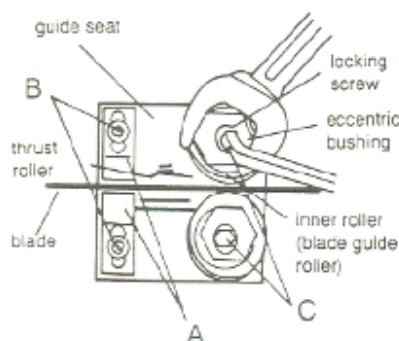

Fig 8
Lockern Sie die Schrauben (B, Fig 8) und stellen Sie die Gleitelemente (A) vom Sägeband weg. (nur MBS-910CS).